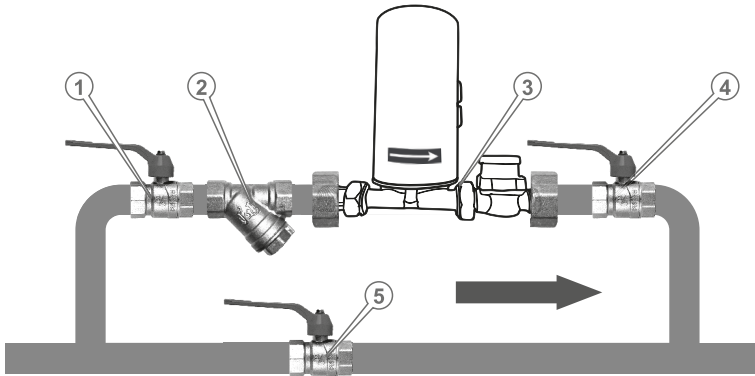
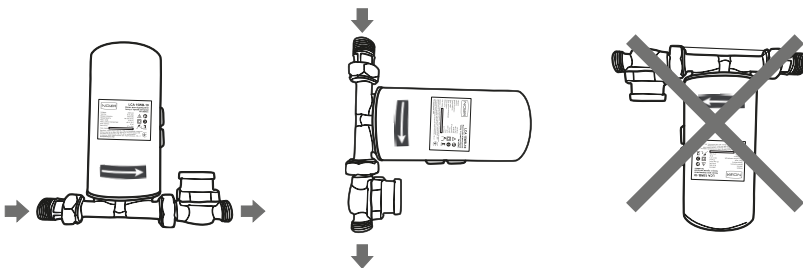

Рисунок 4. Приклад схеми встановлення насоса у систему.
Рисунок 5. Схема дозволених положень встановлення насоса у систему.
1. Для монтажу виробу має бути розроблений проєкт з урахуванням особливостей конкретного місця використання згідно з рис. 4. Проєктом мають бути передбачені заходи компенсації вібрації обладнання та гідравлічного опору залежно від конфігурації вхідної та вихідної магістралей.
3. Стрілка на корпусі насоса повинна співпадати з напрямом циркуляції води у системі водопостачання (рис. 4).
4. Запірні крани (1, 4, рис. 4) повинні бути встановлені до і після насоса, щоб забезпечити його заміну без зливу чистої води;
7. Змонтувати насос в активну систему водопостачання (3, рис. 4) з дотриманням дозволеного положення виробу (рис. 5) та монтажних розмірів виробу (табл. 4).
1. Перевірити готовність системи водопостачання для монтажу виробу (3, рис. 4) — трубопроводи повинні мати запірні крани (1, 4, 5, рис. 4), байпас (обхідний трубопровід) (6, рис. 4) і фільтр грубого очищення (2, рис. 4) на системі водопостачання.
2. Використовуючи перехідники з комплекту, змонтувати насос в активну систему водопостачання (3, рис. 4) з дотриманням правил положення монтажу виробу (рис. 5).
3. Змонтувати обхідну гілку водопроводу — байпас (6, рис. 4), що дає змогу в разі виходу з ладу виробу пустити воду в обхід (рис. 4). Байпас має бути оснащений окремим запірним краном (5, рис. 4), який перебуває в закритому стані під час роботи насосу.
У разі аварійної зупинки виробу її вхідний (1, рис. 4) та вихідний (4, рис. 4) запірні крани закриваються, а запірний кран (5, рис. 4) байпаса відкривається, забезпечуючи функціонування системи водопостачання, оминаючи насос.
1. Відкрити магістральний кран (5, рис. 4), перекрити крани (1, 4, рис. 4) байпаса та під'єднати шнур живлення до електромережі.
4. Вимкнення здійснюється від'єднанням живлення двигуна перемикачем. Також можливо зупинити подачу води за допомогою переведення потоку в режим циркуляції через байпас кранами (1, 4, 5, рис. 4).
1. Пересвідчитися, що вихідна магістраль насоса не закрита кінцевим краном, відкрити магістральний кран (5, рис. 4), перекрити крани (1, 4, рис. 4) байпаса та під'єднати шнур живлення до електромережі.
4. У ручному режимі можливо увімкнути виріб у режимі циркуляції води через байпас за допомогою кранів (1, 4, 5, рис. 4).